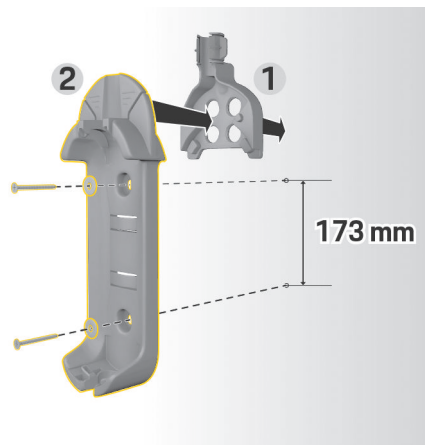

Fig. 50 Cotes de perçage
3. Enfoncez la base du support mural 2 (Fig. 50) dans le guide-câble 1 (Fig. 50) par l'avant.